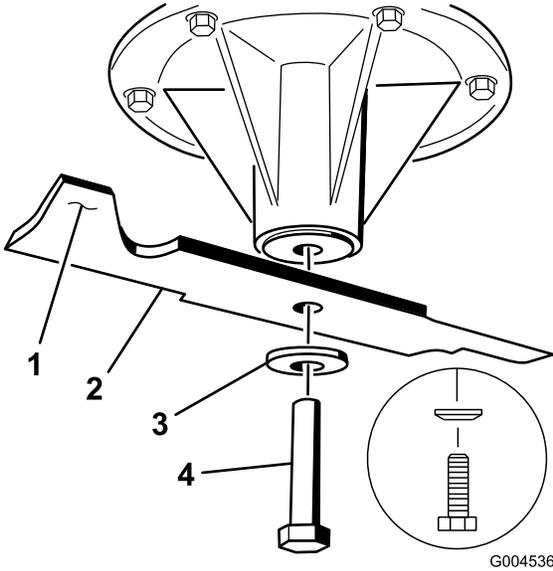

Figure 86
2. Enlevez de l'axe, le boulon, la rondelle bombée et la lame (Figure 86).
3. Si la lame est déséquilibrée, limez un peu l'extrémité de la partie relevée seulement (Figure 86).